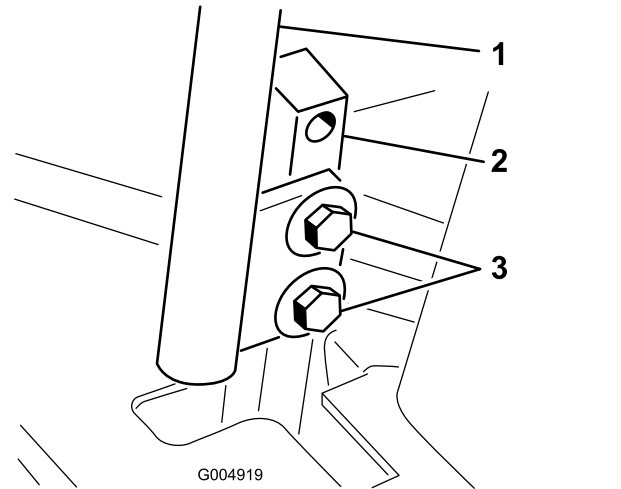

Figura 54
3. Afloje los pernos que sujetan las palancas de control (Figura 54).